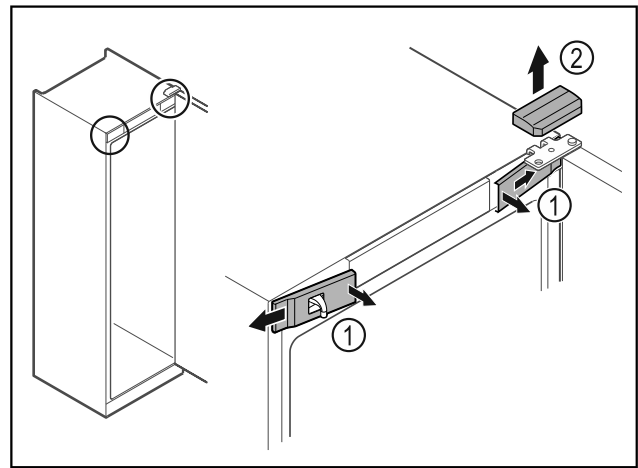

Fig. 4
- ▶ Vordere Abdeckungen Fig. 4 (1) innen ausrasten und zur Seite abnehmen.
- ▶ Obere Abdeckung Fig. 4 (2) nach oben abnehmen.